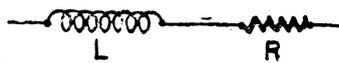

Figure 1
a) Supposons que l'on ait une bobine de coefficient de self-induction L et de résistance R (fig. 1) que nous supposons séparées, mais qui, en réalité, sont confondues.